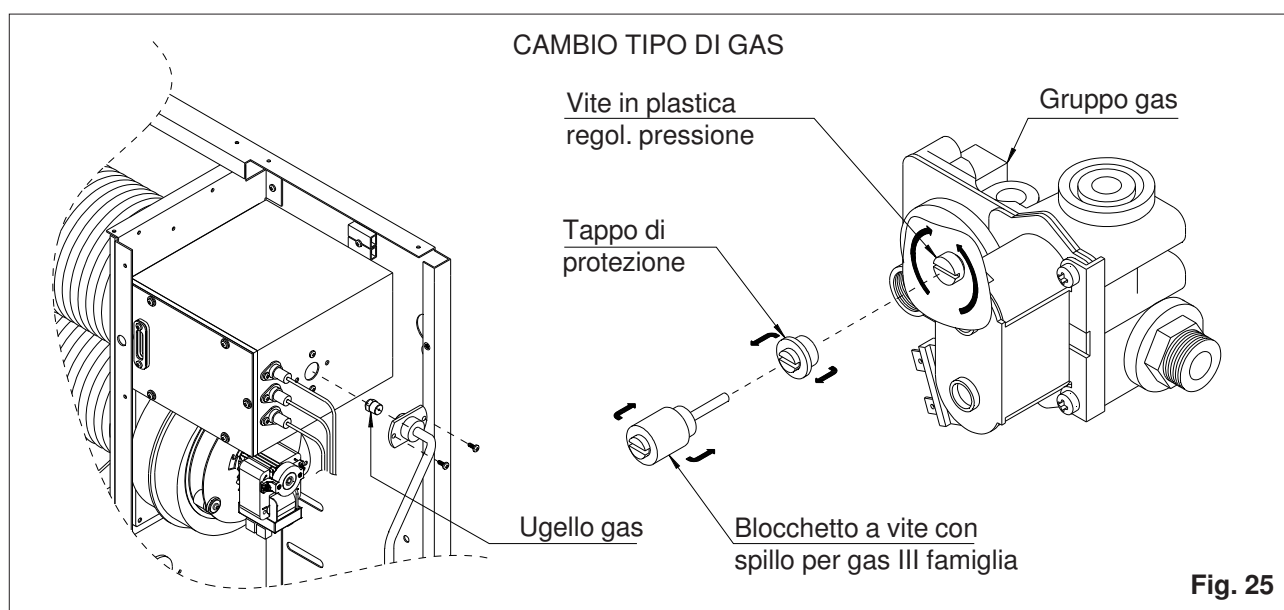

Fig. 25
- d) togliere le 2 viti che fissano il raccordo del tubo di alimentazione gas sulla camera del bruciatore (*fig. 25*). Estrarre delicatamente il raccordo fino a liberare l'ugello e svitarlo con una chiave esagonale da 10 mm. Inserire il nuovo ugello, avvitandolo fino a garantire la tenuta. Rimettere in posizione il raccordo e fissarlo con le due viti alla camera del bruciatore
mettere fuori servizio il regolatore stesso (fig.25). **Conservare il tappo di protezione del regolatore di pressione per un eventuale riutilizzo successivo**
- d) togliere le 2 viti che fissano il raccordo del tubo di alimentazione gas sulla camera del bruciatore (fig. 25). Estrarre delicatamente il raccordo fino a liberare l'ugello e svitarlo con una chiave esagonale da 10 mm. Inserire il nuovo ugello, avvitandolo fino a garantire la tenuta. Rimettere in posizione il raccordo e fissarlo con le due viti alla camera del bruciatore
- e) sul gruppo gas togliere il blocchetto a vite dotato di spillo posto sul regolatore di pressione, in modo da ripristinare la funzione del regolatore stesso (fig.25)